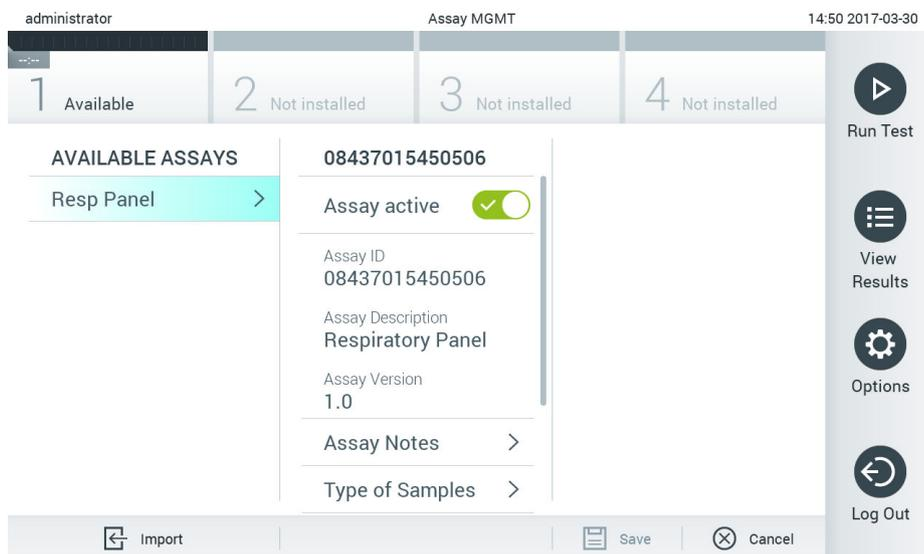

Figura 66. Gestione degli esami disponibili.
1. Premere il pulsante Options (Opzioni) e quindi il pulsante Assay Management (Gestione esame) per accedere alla schermata Assay Management (Gestione esame). Gli esami disponibili sono elencati nella prima colonna dell'area dei contenuti (Figura 66).